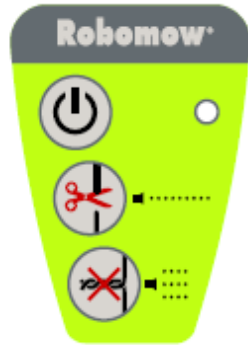

Bild 1.23 -
- Positionieren Sie die Station auf dem Draht. Das Drahtkabel sollte ebenso verlaufen, wie die beiden mittigen Markierungen vorne und hinten an der Ladestation, gezeigt in Bild 1.23. Befestigen Sie die Station noch nicht endgültig, da Sie zuerst noch die Richtigkeit der Position der Ladestation prüfen müssen.